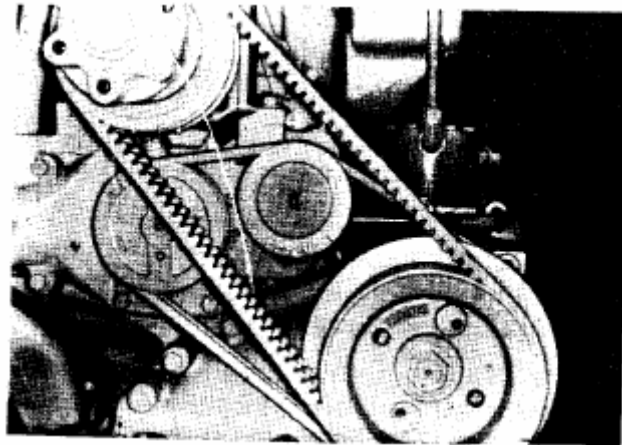
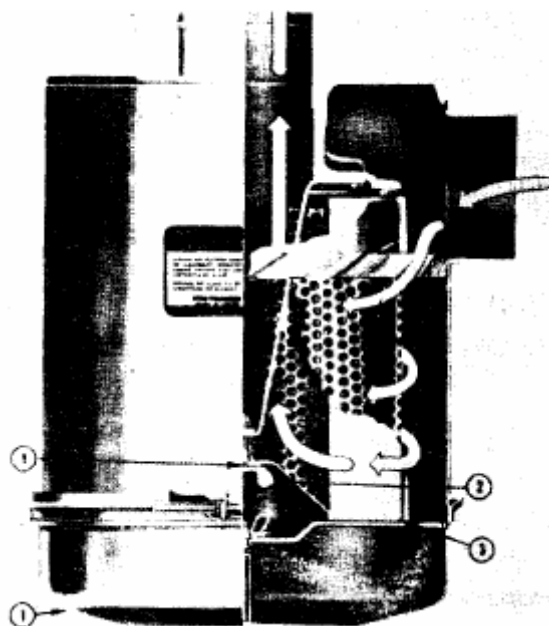
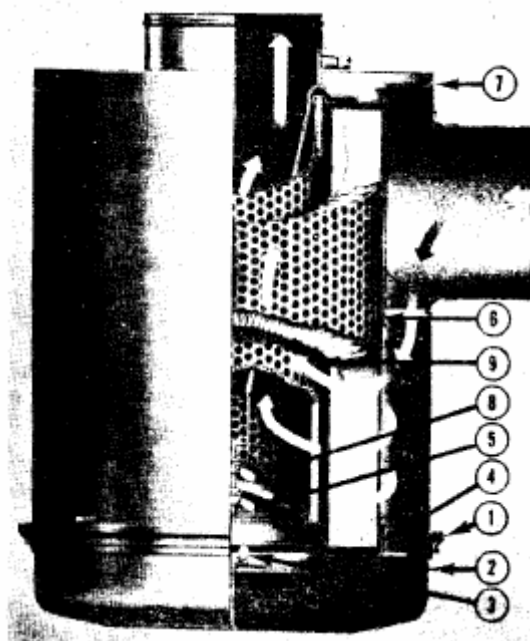

Рис. 2 - 5 (N11974) Водяной насос с натяжным шкивом
Рис. 2-11. (OM1029L). Очиститель воздуха для тяжелых условий эксплуатации
Рис. 2-12. (OM1030L). Очиститель воздуха - сдвоенный элемент для тяжелых условий эксплуатации
2. Работать со сливным клапаном необходимо только руками, без применения каких-либо инструментов. Рис. 2 - 2
Очистители воздуха сухого типа для тяжелых условий эксплуатации (одинарного и двойного типа) объединяют центробежную очистку с фильтрующими элементами (Рис.2-11 и 2-12). Эти устройства устанавливаются перед воздухозаборниками двигателей.
1. Отверните болт-барашек, снимите ленту, закрепляющую пылеуловитель (1, Рис. 2 -12), (2, Рис. 2-12)
2. Отверните болт-барашек (2, Рис. 2 -11 и 3, Рис2-12), снимите противопылевой щиток (3, Рис. 2-11) (4. Рис.2-11) с пылеуловителя (1, Рис. 2 -11), (2, Рис2-12). Очистите пылеуловитель и щиток.
3. Снимите барашковую гайку (2, Рис. 2 -11), (5, Рис2-12), закрепляющую первичный элемент очистителя воздуха (6, рис.2-12) в корпусе очистителя воздуха. Проведите осмотр резиновой уплотняющей шайбы на барашковой гайке, (4, Рис. 2-11), (5, Рис. 2-12).
- a) Проверьте индикатор пропускной способности воздуха. Если пропускная способность сильно снижена, то необходимо разобрать очиститель воздуха, снять барашковую гайку (8, Рис.2-12) и заменить элемент (9).